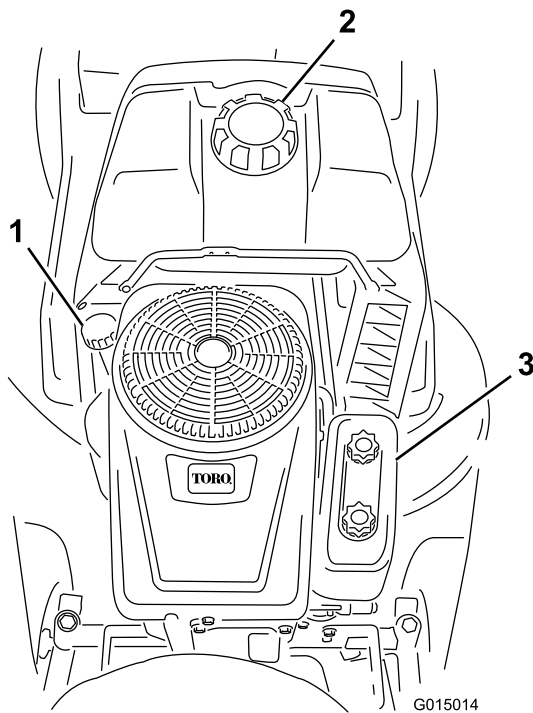

Figure 17
- Versez lentement environ 80 % de la quantité d'huile spécifiée dans l'orifice de remplissage (Figure 17). Contrôlez le niveau d'huile (voir les points 6 et 7 de la rubrique Contrôle du niveau d'huile).